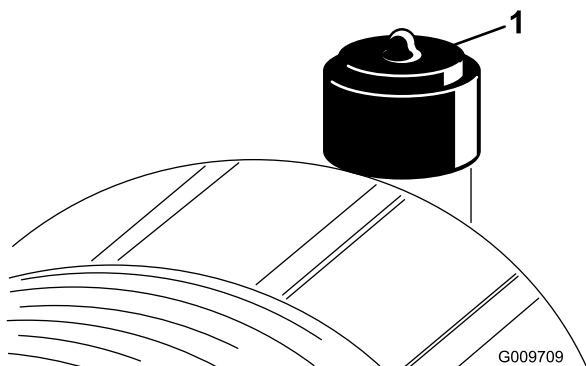

図 27
エア・クリーナの整備はインジケータ（図 27）が赤色になってから行ってください。早めに整備を行っても意味がありません。むしろフィルタを外したときにエンジン内部に異物を入れてしまう危険が大きくなります。
6. インジケータ（図 27）が赤になっている場合はリセットする。